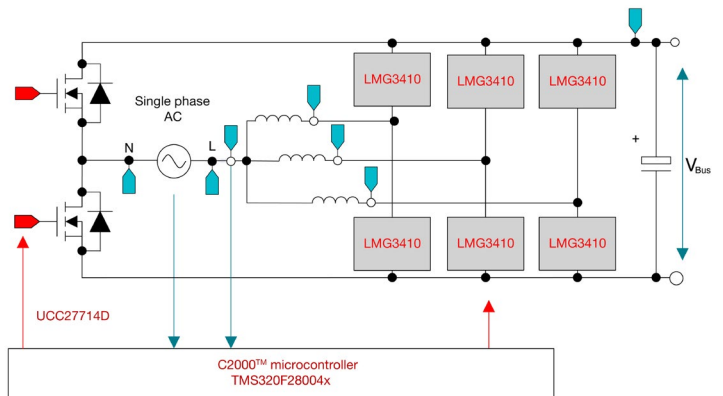

图 3. GaN CCM 图腾柱参考设计采用数字控制, 使用 C2000 实时 MCU 和具有集成式栅极驱动器和保护特性的快速开关 GaN 器件
**PFC 参考设计** 包括一个双向图腾柱无桥 PFC 功率级, 它采用 C2000 实时 MCU 和具有集成驱动器和保护特性的 **LMG3410R070** GaN FET (图 3)。3kW 双向设计可利用切相和自适应死区时间提高效率, 并借助非线性电压环降低 PFC 模式下的瞬态电压尖峰。